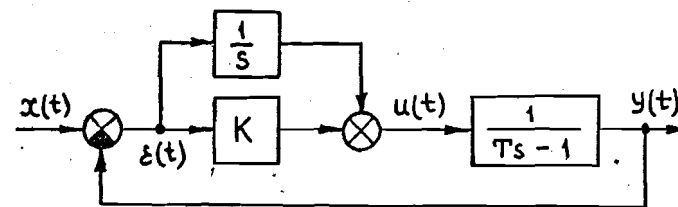

Рис. 29
25. С целью сохранения астатизма и обеспечения устойчивости замкнутой системы модифицируйте структуру регулятора (рис. 29), реализовав пропорционально-интегральный закон регулирования